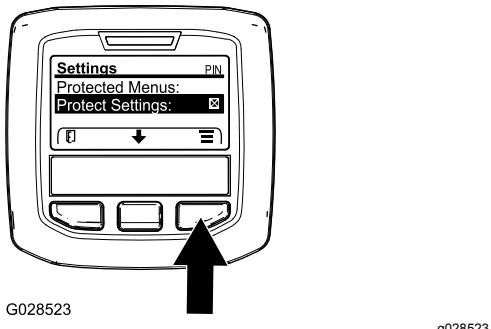

Figure 42
1. Accédez au menu protégé et déverrouillez le sous-menu des réglages protégés (Figure 42) ; voir Accès aux menus protégés \(page 35\).